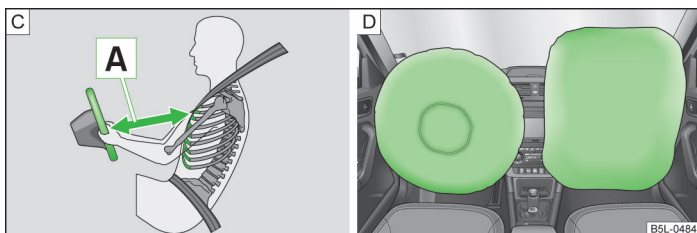

Fig. 141 Distanza di sicurezza dal volante / airbag gonfiati di gas
Quando gli airbag si attivano, si gonfiano davanti al conducente e al passeggero » fig. 141 - D. L'affondamento nell'airbag gonfio smorza il movimento in avanti del conducente e del passeggero e riduce il rischio di lesioni alla testa e al torace.
- È importante che il conducente e il passeggero mantengano una distanza di almeno 25 cm rispettivamente dal volante e dalla plancia A » fig. 141. Se non si rispetta questa distanza minima, il sistema airbag non può proteggere - pericolo di morte! Inoltre, i sedili anteriori e i poggiatesta devono sempre essere regolati in funzione della statura degli occupanti.